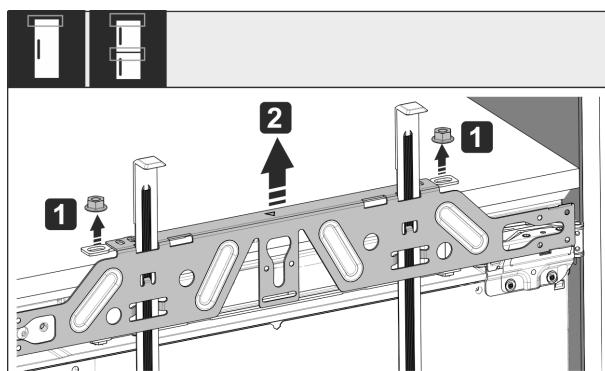

Fig. 58
- ▶ Soltar las contratuerca Fig. 58 (1).
- ▶ Quitar el travesaño de fijación Fig. 58 (2).